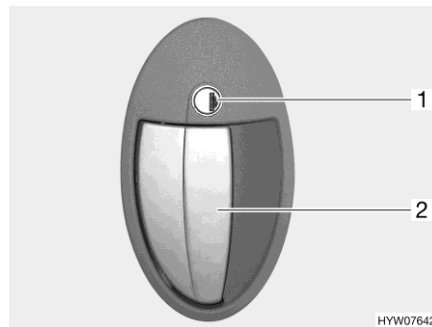

Fig. 33 Serrure de la porte (porte cellule à l'extérieur)
- Insérer la clé dans le barillet (Fig. 33,1) et la tourner dans le sens des aiguilles d'une montre jusqu'à ce que la serrure de la porte soit déverrouillée.
- Tirer sur la poignée de la porte (Fig. 33,2). La porte est ouverte.
- Insérer la clé dans le barillet (Fig. 33,1) et la tourner dans le sens inverse des aiguilles d'une montre jusqu'à ce que la serrure de la porte soit verrouillée.